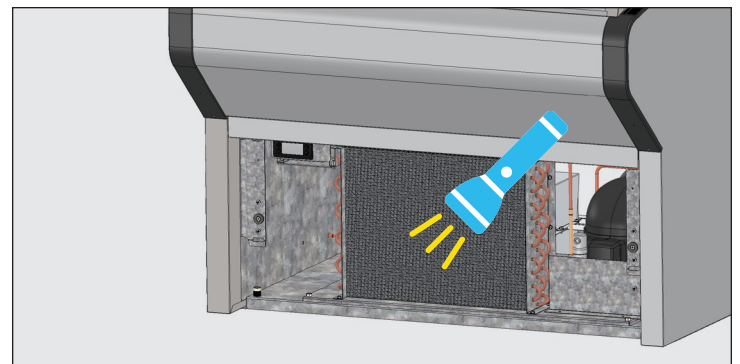

Fig. 4. Compruebe que se hayan eliminado todas las obstrucciones.
5. Luego de eliminar la suciedad de la superficie del serpentín, use una linterna para verificar que puede ver a través del serpentín y observar cómo gira el aspa del ventilador del condensador. Véase la fig. 4.